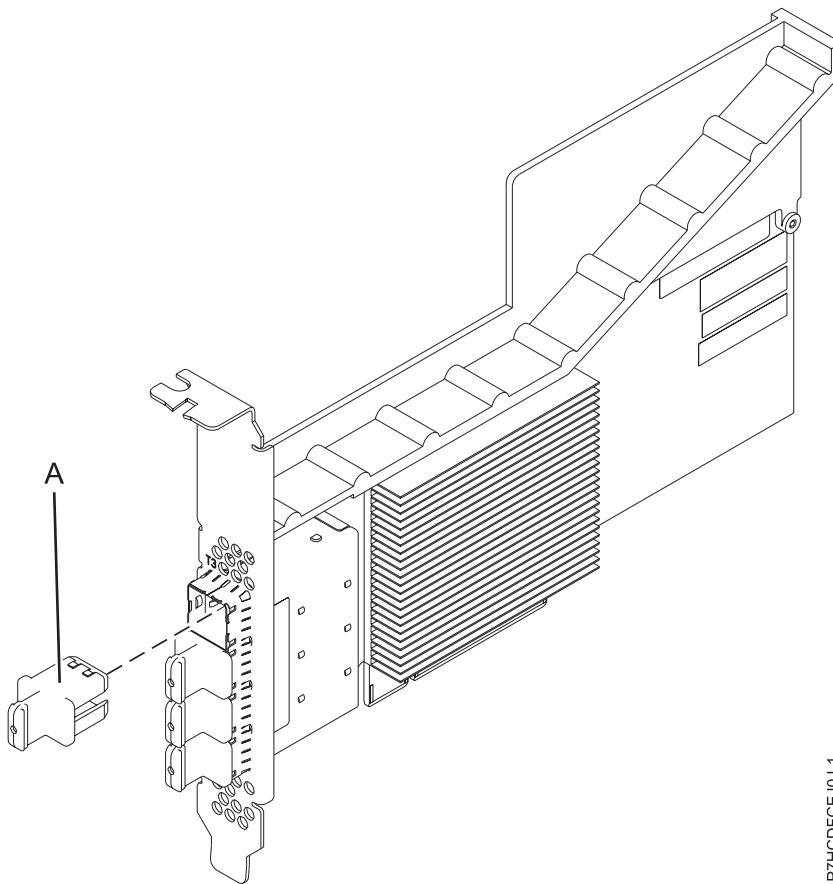

Figure 17. Carte SAS PCIe3 RAID
La carte PCIe3 SAS RAID quatre ports 6 Gb est une carte PCI Express (PCIe), SAS RAID, de troisième génération, courte et à faible encombrement mais destinée à une installation pleine hauteur. La carte est destinée à des applications SAS (Serial Attached SCSI) hautes performances et haute densité. Elle prend en charge le raccordement de disque SAS et de bande magnétique SAS à l'aide de quatre connecteurs mini-SAS haute densité (HD) x4 qui permettent d'utiliser les liaisons physiques dans différentes configurations étroites et larges de ports. Le raccordement de bande magnétique n'est pris en charge qu'avec une configuration de carte unique et ne peut pas être combiné avec un disque SAS sur la même carte. L'adaptateur ne dispose pas d'un cache en écriture. La figure 17, à la page 50 illustre la carte PCIe3 SAS RAID quatre ports 6 Gb.
La figure 17 représente la carte. Le capuchon du connecteur **(A)** est installé dans un port vide et empêche que ce port ne soit endommagé lorsqu'un câble d'un connecteur de port adjacent est branché ou retiré.